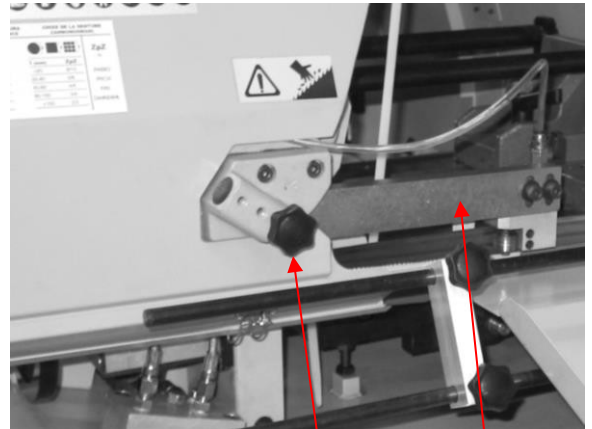

Abb. 23
1. Lösen Sie die Schiebestange, indem Sie die Sterngriffschraube BD (Abb. 23) lockern.
2. Bewegen Sie die Stange BE (Abb. 23) so nah wie möglich an das zu schneidende Material heran.
3. Ziehen Sie die Sterngriffschraube BD fest (Abb. 23)